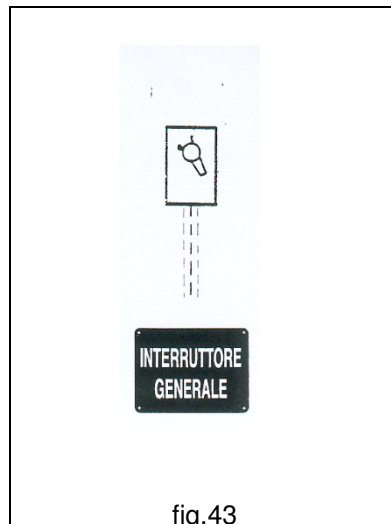

fig.43
- **Installare, nelle immediate vicinanze della gru, un interruttore di linea, protetto contro i cortocircuiti, segnalandone la funzione tramite apposita targhetta (fig.43).**